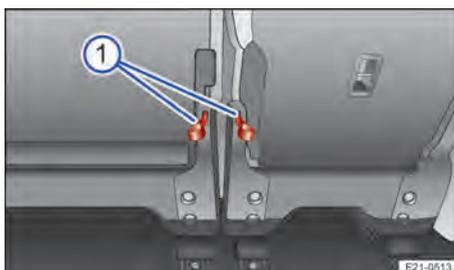

Fig. 70 Na parte de trás do banco traseiro: alças para ajustar a posição do assoalho do compartimento de bagagem.
Ou: puxar a respectiva alça vermelha → Fig. 70 ①.
Ou: puxar a respectiva alça vermelha → Fig. 70 .